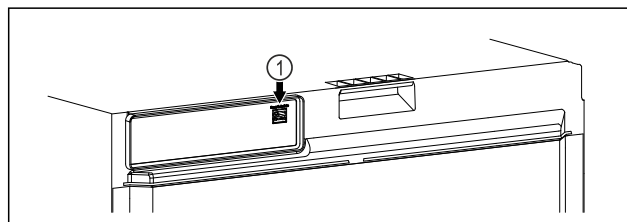

Fig. 141
- Vstavljen je SmartModule Fig. 141 (1).